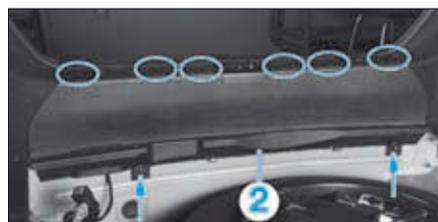

FIG. 92
- desserrer, sans déposer, les écrous (flèches) fixant la garniture de jupe arrière (2) (Fig.92),
- soulever la garniture de jupe arrière (2) puis la sortir.